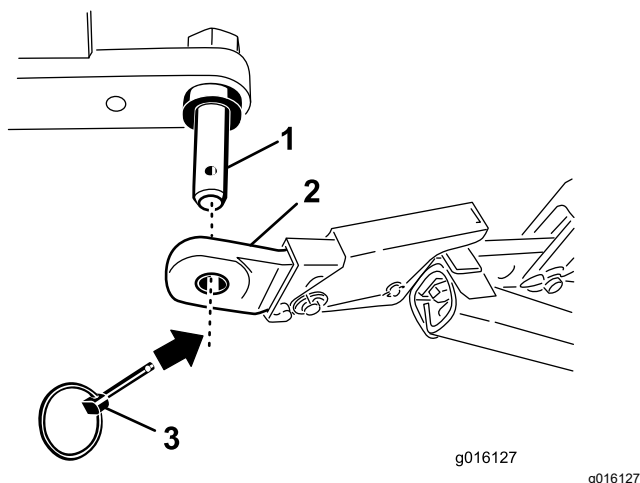

Рисунок 3
4. Прикрепите рычаги нижней тяги к монтажным штифтам азэратора с помощью шплинтов с кольцом (Рисунок 3).